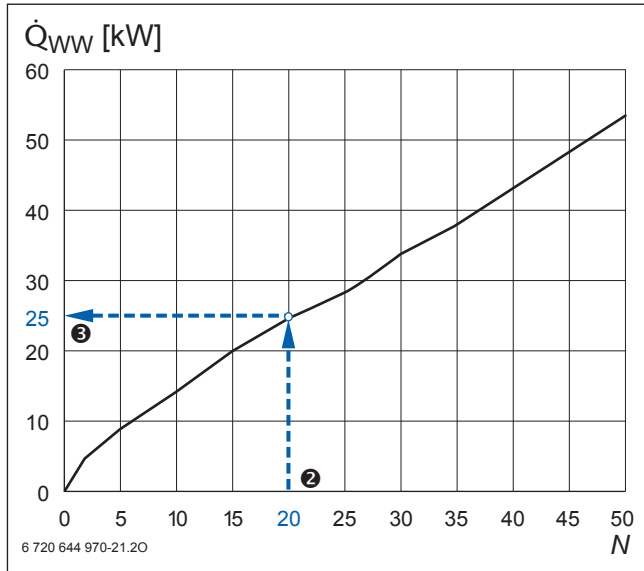

Bild 23 Kesselzuschlag für die Warmwasserbereitung nach der Bedarfskennzahl  $N$ ; Beispiel blau hervorgehoben
3. Die Kesselleistung  $\dot{Q}_K$  muss mindestens so groß sein wie die Summe aus dem Wärmebedarf des Gebäudes  $\dot{Q}_{N, \text{Geb}}$  und einem Kesselzuschlag  $\dot{Q}_{\text{WW}}$  für die Warmwasserbereitung. Als Schätzwert wird die Größe der Bedarfskennzahl  $N$  als Kesselzuschlag (in kW) angenommen. Ein Berechnungswert für die Höhe des Kesselzuschlags  $\dot{Q}_{\text{WW}}$  ergibt sich aus Bild 23.
- Gebäudewärmebedarf rund 75 kW ❶
- Ermittelte Bedarfskennzahl  $N = 20$  ❷
**AbleSEN (→ Bild 23)**
❸ Kesselzuschlag  $\dot{Q}_{\text{WW}} = 25 \text{ kW}$
Im Bereich 20 ... 30 Wohnungen überwiegt der Leistungsbedarf für den Speicher, der Heizkessel ist also größer auszulegen. Ob die Vergrößerung ausreicht, ist aus Bild 23 abzulesen.
- Differenz bilden und diese mit Bild 23 vergleichen.